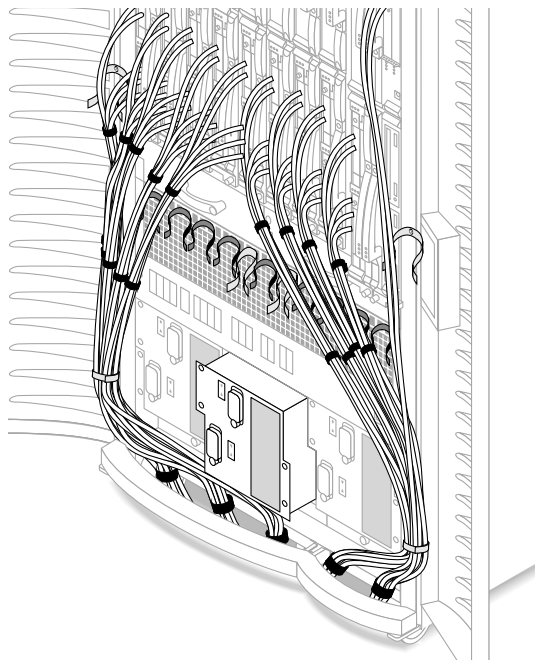

図 13 中央の電源装置の取り外し (正面)
2. この束を、すぐ近くのドアにある下部の緑のケーブルストラップ (No. 6) に固定します (図 13)。